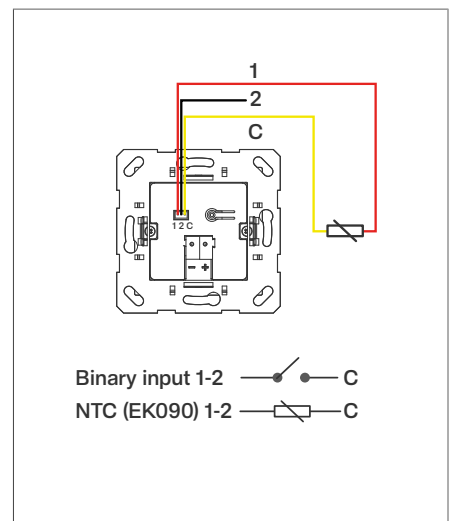

Bild 6: Anschluss Binäreingänge
- 3 Busleitung mit Anschlussklemme durch den Rahmen führen und auf der Rückseite des Gerätes anschließen (Bild 6).